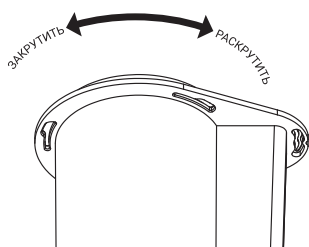

Рис.3.
2. Раскрутите трубку выхода пара (рис. 3).